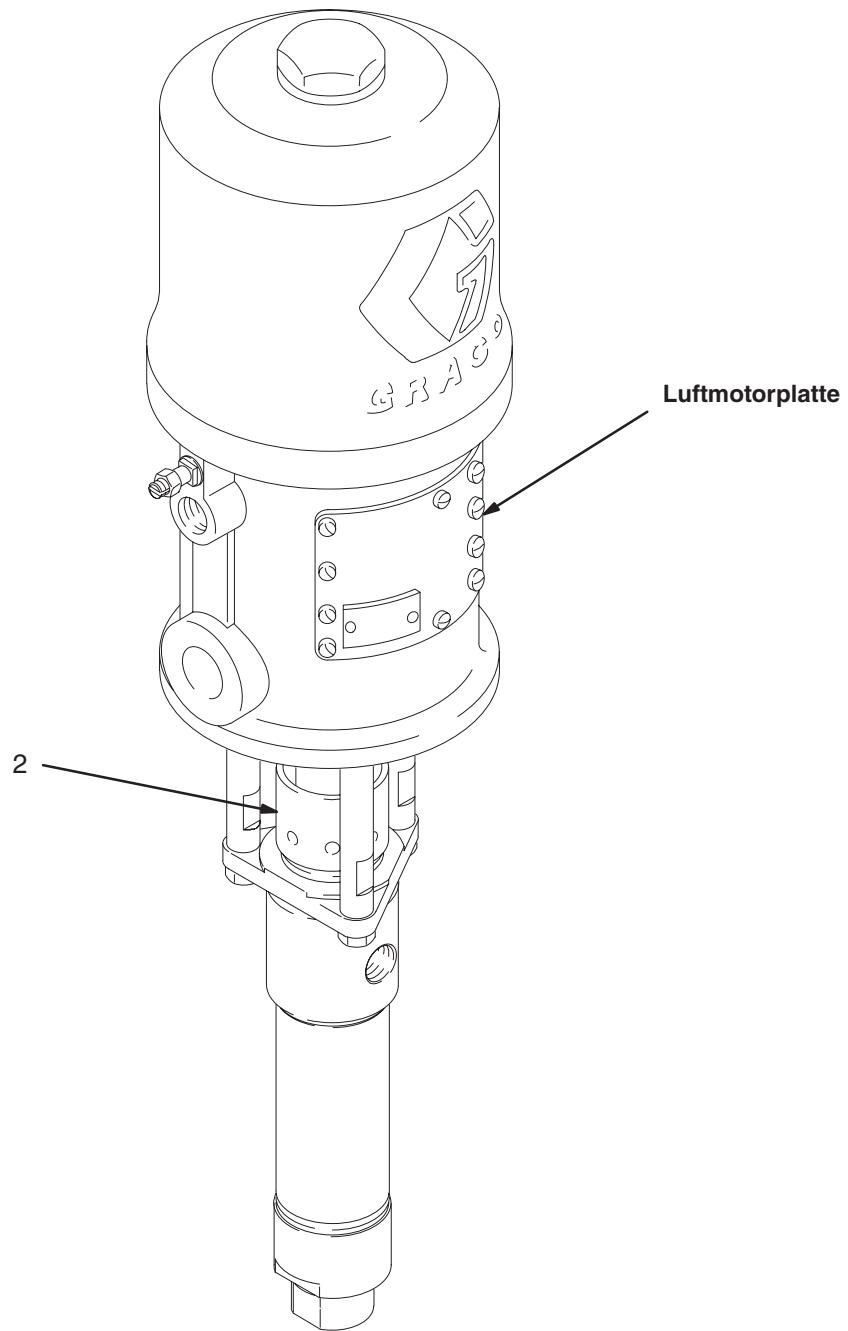

Abb. 3
Bewegliche Teile können Finger oder andere Körperteile quetschen oder abtrennen. Der Kolben des Luftmotors (hinter den Luftmotorplatten) bewegt sich, wenn dem Motor Luft zugeführt wird. Siehe Abb. 3. Daher niemals die Pumpe ohne Luftmotorplatten betreiben.
Die Packungsmutter/TSL-Tasse (2) immer mit Graco TSL-Flüssigkeit oder einem verträglichen Lösemittel gefüllt halten, um die Lebensdauer der Packungen zu verlängern. Die Packungsmutter wöchentlich so einstellen, dass sie gerade fest genug sitzt, um Leckagen zu vermeiden; Packungsmutter jedoch nicht zu fest anziehen. Siehe Abb. 3. Vor dem Einstellen der Packungsmutter stets die Schritte im Abschnitt **Druck-entlastung auf Seite 9 ausführen**.